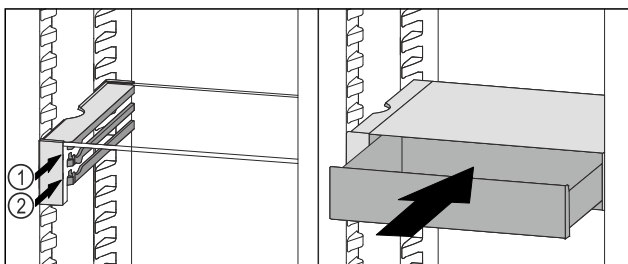

Fig. 80
- Placer le tiroir VarioSafe derrière les butées sur la nervure désirée *Fig. 80 (1)* ou *Fig. 80 (2)*.